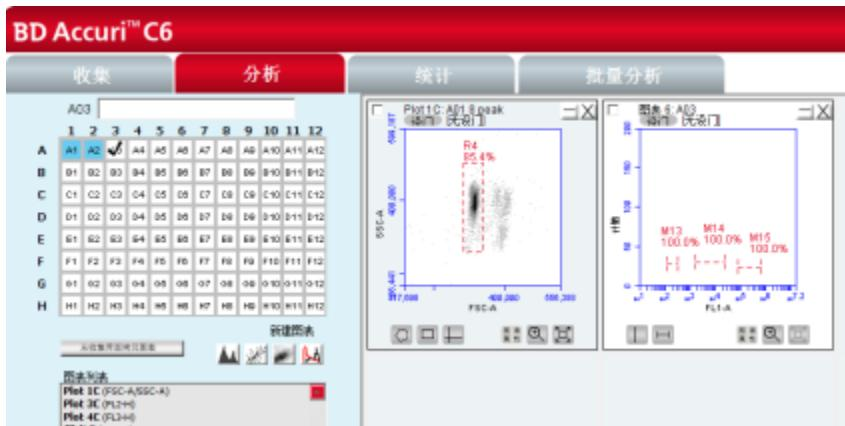

图 4-8 Analyze 面板 : 应用了门的 Plots。
2. 点击 Plot List 中的一个 plot (图 4-8) 以打开一张 plot , BD Accuri C6 显示出的 Plot 不包含任何数据。